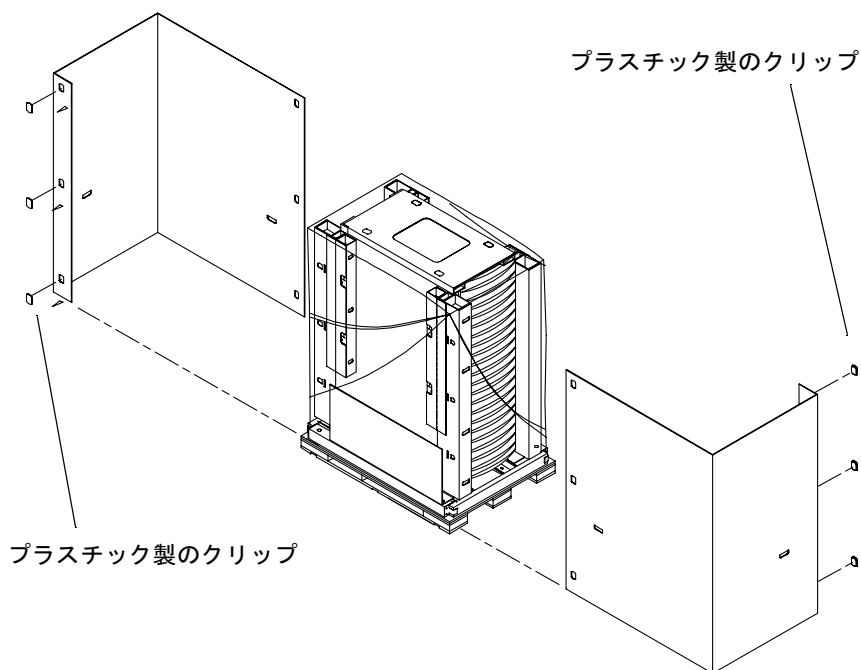

図 2 出荷用梱包箱の開梱 — 手順 2
2. 出荷用梱包箱の 2 つの本体枠を固定しているプラスチック製のクリップを取り外します (図 2)。